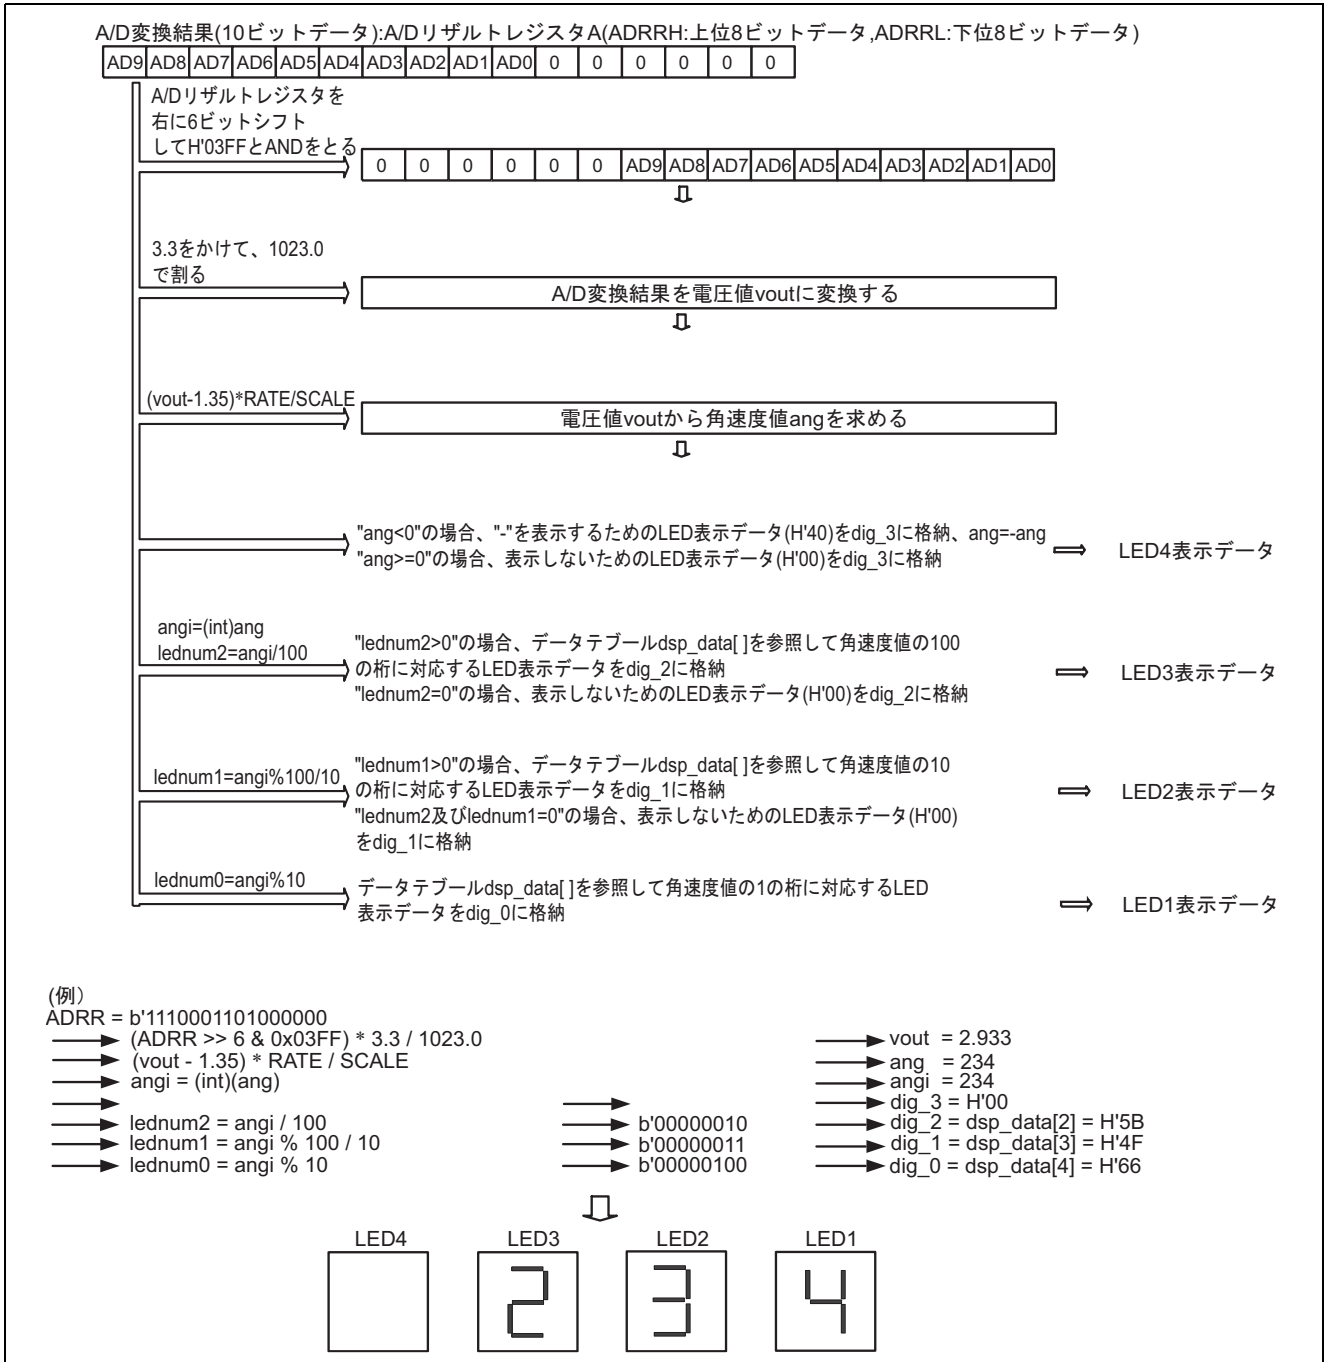

図4 角速度値のLED表示方法
9. 本タスク例では、10進数の角速度値（単位:deg./sec.）を7セグメントLEDに表示させます。図4に角速度値のLED表示方法を示します